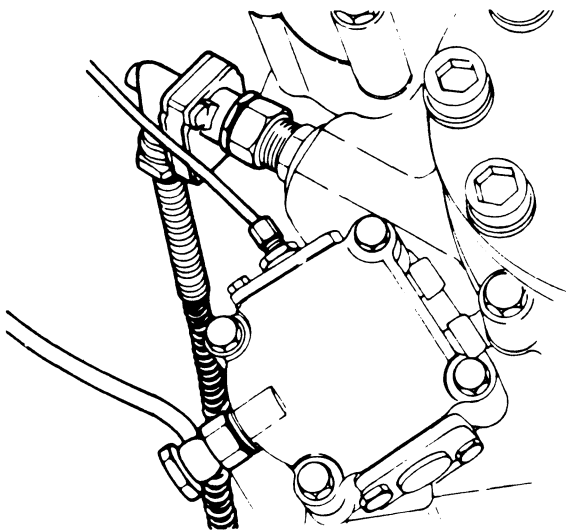

Fig. 5
- Merk de luchtleidingen aan de versnellingsbak en neem deze los. Maak ook de tachokabel los (Fig. 5).